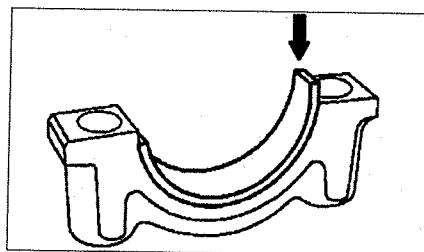

Рис. 2.69. Установка вкладыша в крышку.
4. Открутите болты крепления крышек. Установите вкладыши в крышки и затяните болты крепления до указанного ранее момента (см.рис.2.69). Не перепутайте верхние и нижние вкладыши.